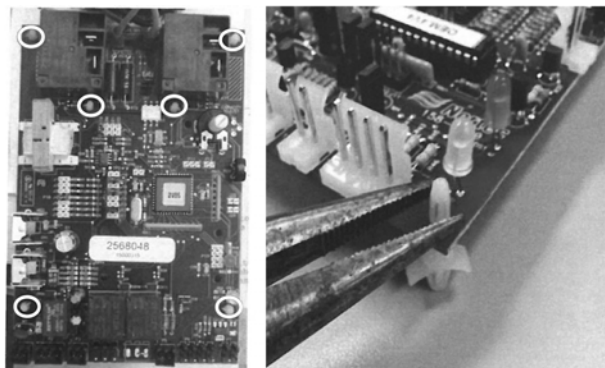

Fig. 11.
2. Quite el PCB. Para liberar los distanciadores, pinche los lados con alicates de punta de agujas, tal como se muestra en la Fig. 11.